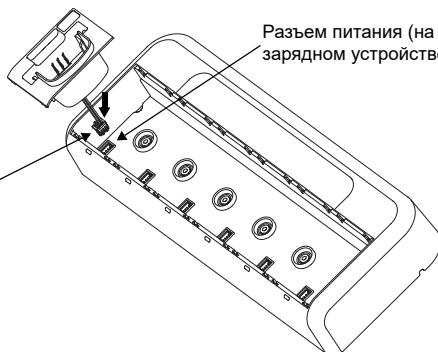

Рис. 4
3. Снимите зарядный разъем, потянув вверх соединительный разъем (см. Рисунок 4).
1. Подключите соединительный разъем к разъему питания на многоместном зарядном устройстве (см. Рисунок 4).